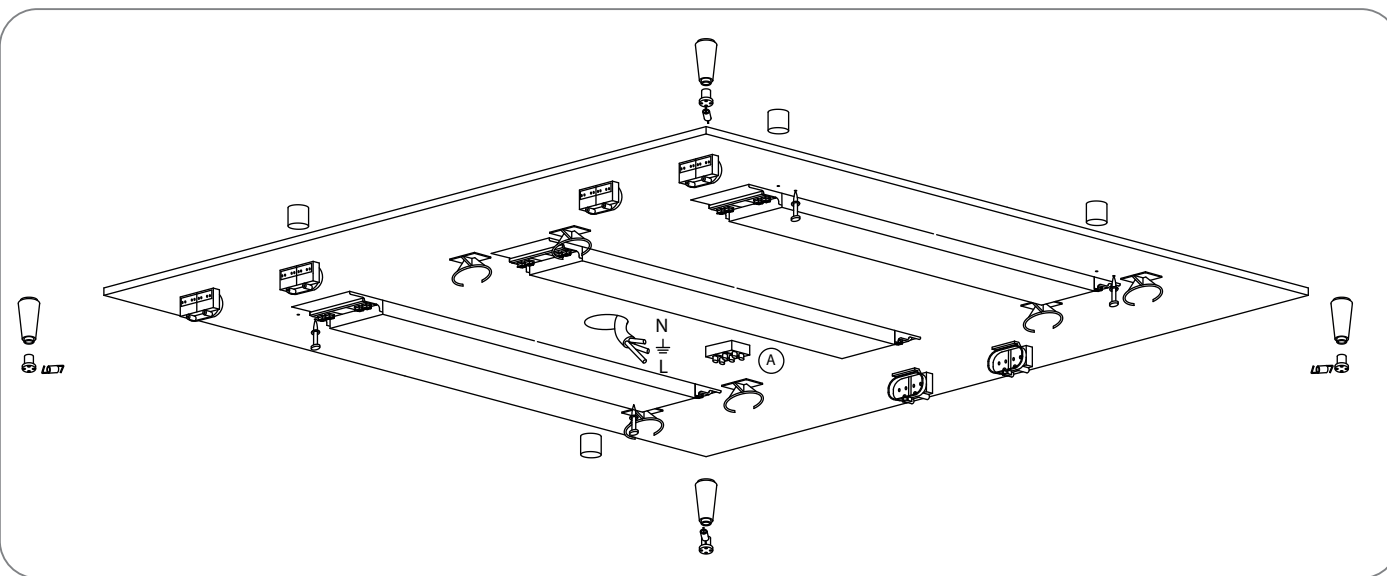

Fig.2
3. Die Lampensockel C mit Hilfe der Dübel und Schrauben im Sinne der Abbildung 2 unter BERÜCKSICHTIGUNG der in der Abbildung 3 angegebenen Abmessungen anbringen. HINWEIS: Verwenden Sie die Schablone (wobei darauf zu achten ist, einen sauberen Anschlag am Platterang im Sinne der Abbildung 3 herzustellen) zur berechnung des Abstandes zwischen den Lampensockeln. Diese Abmessungen sind sehr wichtig für das ordnungsgemäße Anbringen des Stoffes.
3. Collocare le bussolle C mediante tasselli e tirafondo come da fig 2 OSSERVANDO le misure indicate in fig 3. NOTE: Utilizzare il modello (avendo cura di fare fondo sul bordo della piastrina, come da fig 3) per il calcolo delle distanze delle bussolle. Tali misure sono MOLTO IMPORTANTI per la corretta collocazione della tela.
3. Mettre les douilles C à l'aide de chevilles et de tire-fonds fig 2 EN RESPECTANT les mesures indiquées dans la fig 3. NOTE: Utiliser le gabarit pour le calcul des separations des douilles (en prenant soin de bien la placer contre le bord de la plaque fig 3). Ces mesures sont TRES IMPORTANTES pour bien placer la toile.
3. Colocar los conos C mediante tacos y tirafondos, como indica la fig 2 y RESPETANDO las medidas que indica la fig 3. NOTA: Utilizar la plantilla para el cálculo de las distancias de los conos, teniendo cuidado de hacer bien tope en el borde de la placa (fig 3). Estas medidas son MUY IMPORTANTES para que la tela quede correctamente colocada.